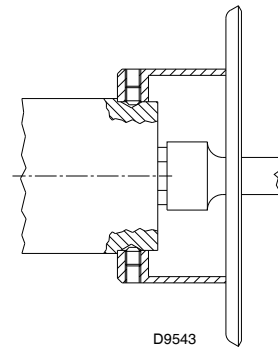

Fig. 13
- instale la boquilla 1)(Fig. 13);